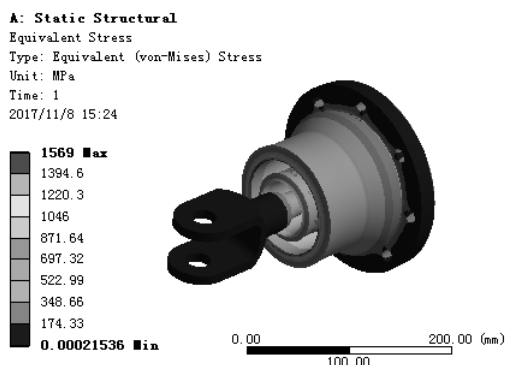

图 7.10.9 应力结果图解
(1) 求解分析。在顶部工具栏中单击 **Solve** 按钮求解分析。
(2) 查看应力结果图解。在“Outline”窗口中选中 **Equivalent Stress**, 查看图 7.10.9 所示的应力结果, 其最小应力为 0.00021536 MPa, 最大应力为 1569 MPa。